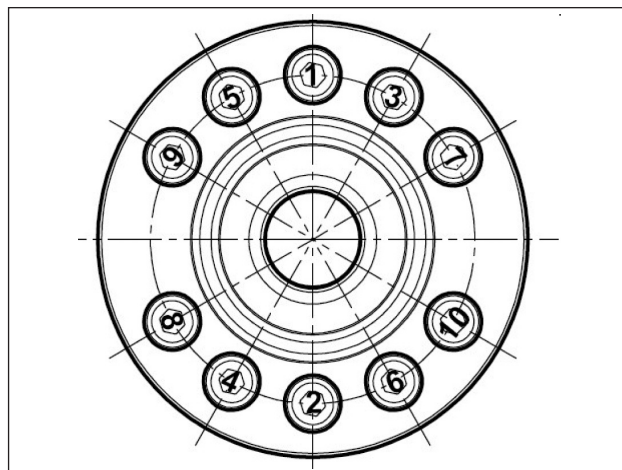

Рис. 53
- **** Крепежные винты опор по схеме на Рис. 53 должны затягиваться в два этапа: